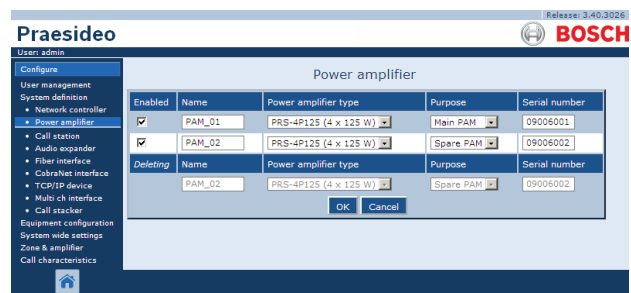

Abbildung 42.10: Endstufe löschen, Schritt 3
- 3 Klicken Sie auf die Schaltfläche *Löschen*. Im Main Frame der webbasierten Benutzeroberfläche wird ein Bildschirm angezeigt, der dem in Abbildung 42.10 gleicht.